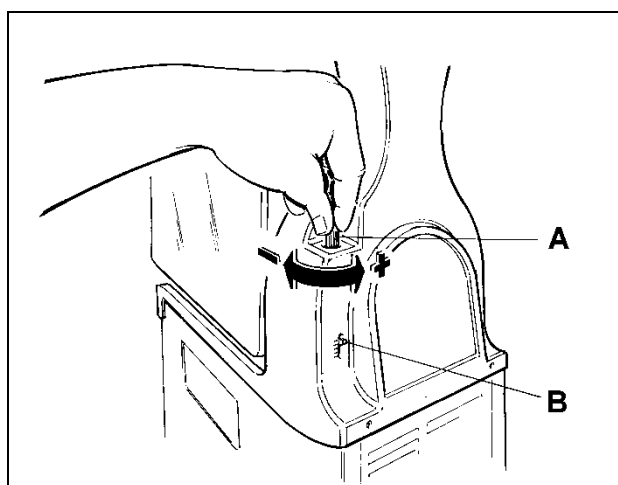

Fig. 27
- b) **Regulación de la consistencia:** para variar la consistencia del producto, actúe en la manilla de regulación A situada en la parte posterior de la máquina (fig. 27); como se muestra en la escala B, girando en sentido horario, el producto será menos denso, girando en sentido contrario a las agujas del reloj, el producto será más denso.